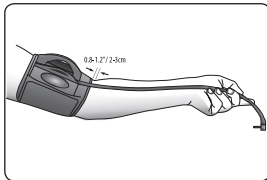

Fig. 3
4. El borde inferior del brazalete debe colocarse aproximadamente una pulgada (2.5 cm) por arriba del codo (Fig. 3).